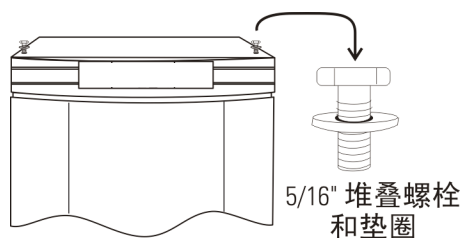

图 1-6. 螺栓孔
3. 从下方装置的顶部螺栓孔中卸除两个塑料塞。将 1/2" 长的 5/16-18 堆叠螺栓和垫圈安装在螺栓孔中 - 此时请勿拧紧堆叠螺栓。见图 1-6。